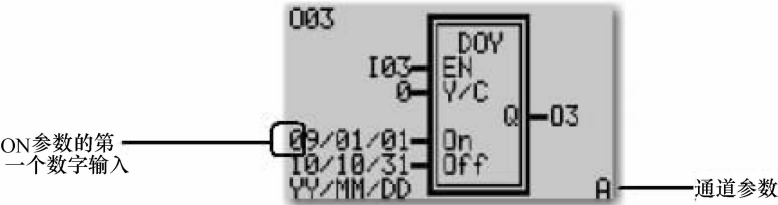

图 1-11 组态 DOY 功能块
- 6) 按向右键，选择通道参数，并显示通道 A。组态 DOY 功能块如图 1-11 所示。